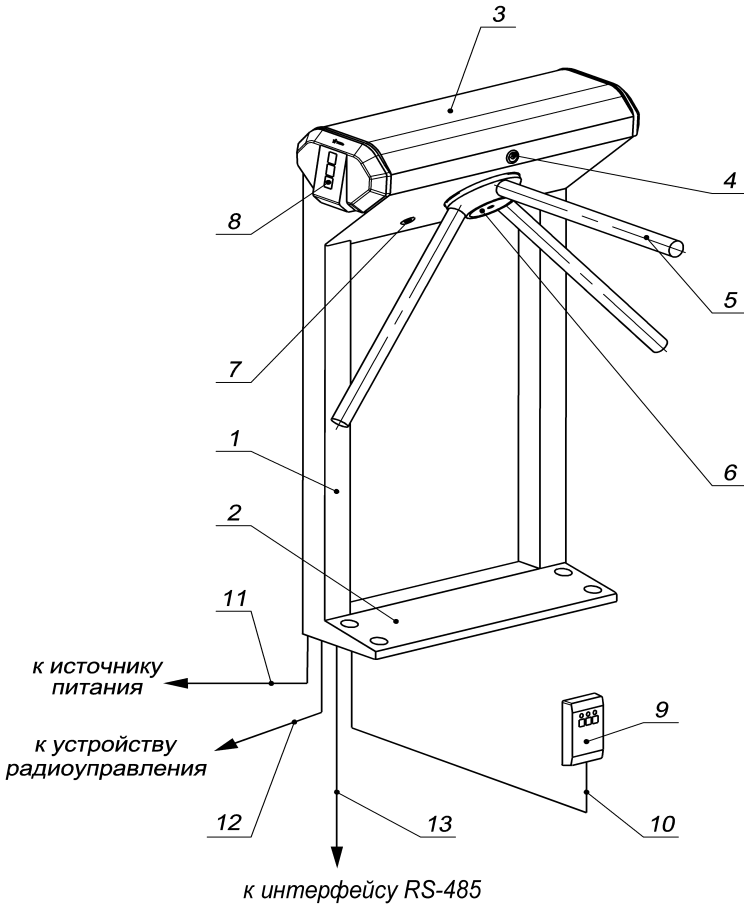

Рисунок 1 – Устройство ЭП:
5.2.1 Устройство ЭП показано на рисунке 1. Номера позиций в тексте *Руководства* указаны в соответствии с рисунком 1. Габаритные размеры ЭП показаны на рисунке 2. ЭП состоит из стойки со встроенными контроллером и двумя считывателями, трёх преграждающих планок и пульта управления (см. рисунок 1, позиции 1-3, 5 и 9).